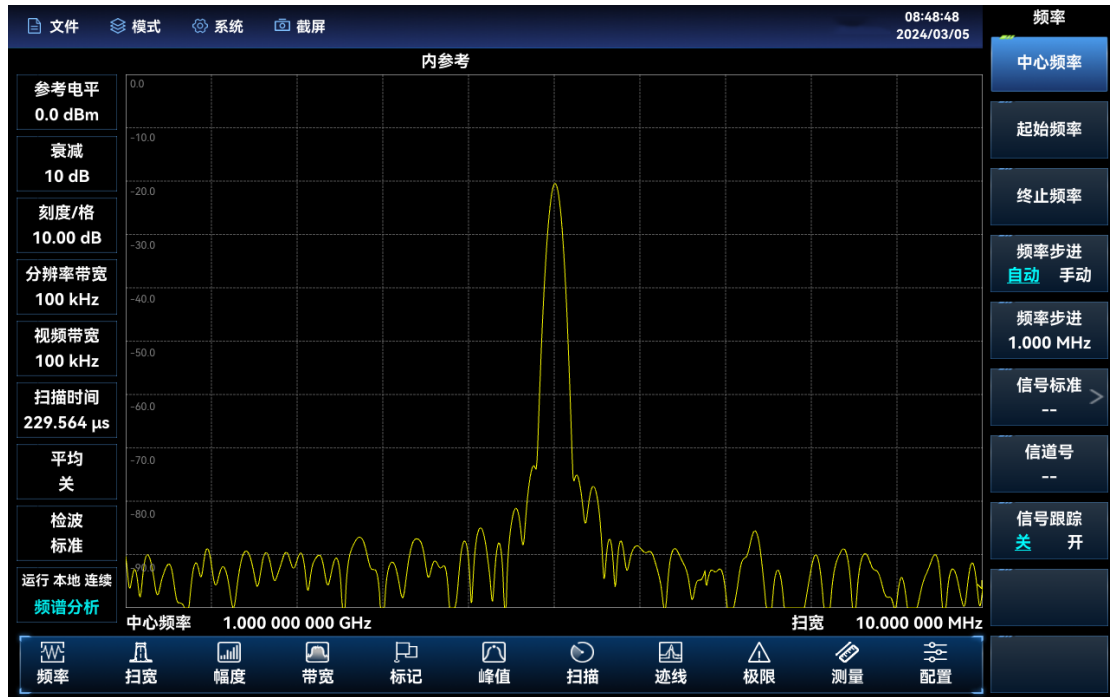

图 3.10 中心频率为 1GHz，扫宽 10MHz
- 按【扫宽】。注意结果显示区上方是否显示扫宽数据，以确定当前激活的参数。减小扫宽，例如至 10MHz，用键盘键入[1][0]，选择单位 [MHz]，或者用[↓]键步进减小至此值（滑动轴和步进键都可用于改变当前参数的数值）。显示结果如图 3.10。注意分辨率带宽和视频带宽与扫宽是自适应的，它们根据给定的扫宽值自动调整到合适的值。扫描时间也具有自适应功能。